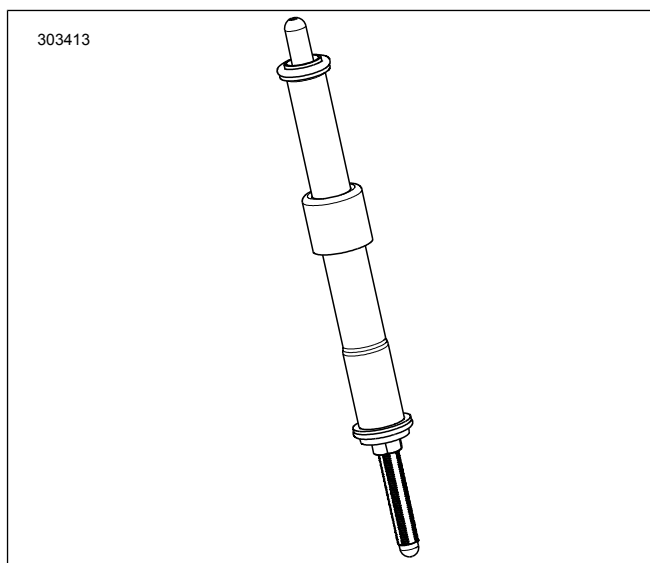

Figura 2. Tacheț montat în capul tachețului
7. A se vedea figura 2. Montați tacheții de admisie în capacele tacheților.